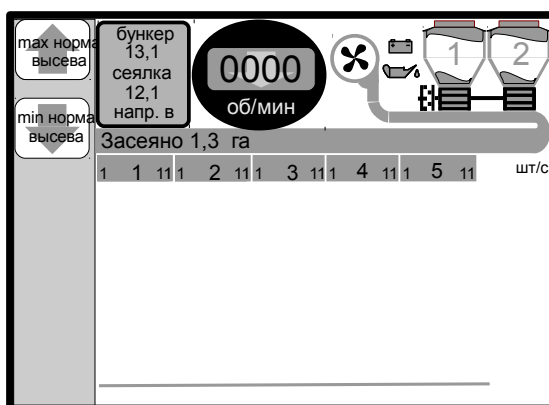

Рисунок 4.7. Режим КОНТРОЛЬ.
- с общей системой высева – рис. 4.7;
9. Для выхода из меню параметров нажать клавишу **ОТМЕНА**, монитор переключается в режим **КОНТРОЛЬ** (рис. 4.7, 4.8).